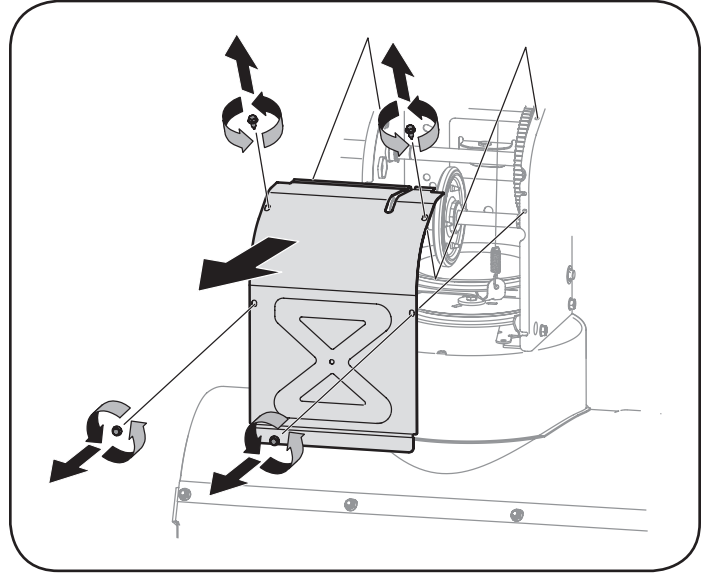

Figura 31
5. Saque la cubierta del marco desde debajo de la máquina quitanieve retirando los cuatro tornillos autorroscantes que la aseguran. Vea la Figura 31.
3. Saque la cubierta del marco desde debajo de la máquina quitanieve retirando los tornillos autorroscantes que la aseguran. Retire la rueda derecha quitando el tornillo y la arandela de campana que la aseguran al eje. Vea Figura 31.